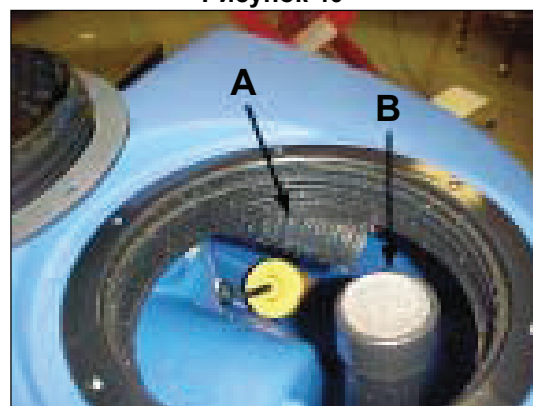

Рисунок 41
3. Шланг для утилизации - Вставьте садовый шланг в середину резервуара для утилизации. Шланг для утилизации расположен позади края с резьбой (см. рис. 41, А). ПРИМЕЧАНИЕ: Не вставляйте шланг в отверстие вакуумное впускное отверстие (см. рис. 41, В), потому что это может нанести вред устройству.